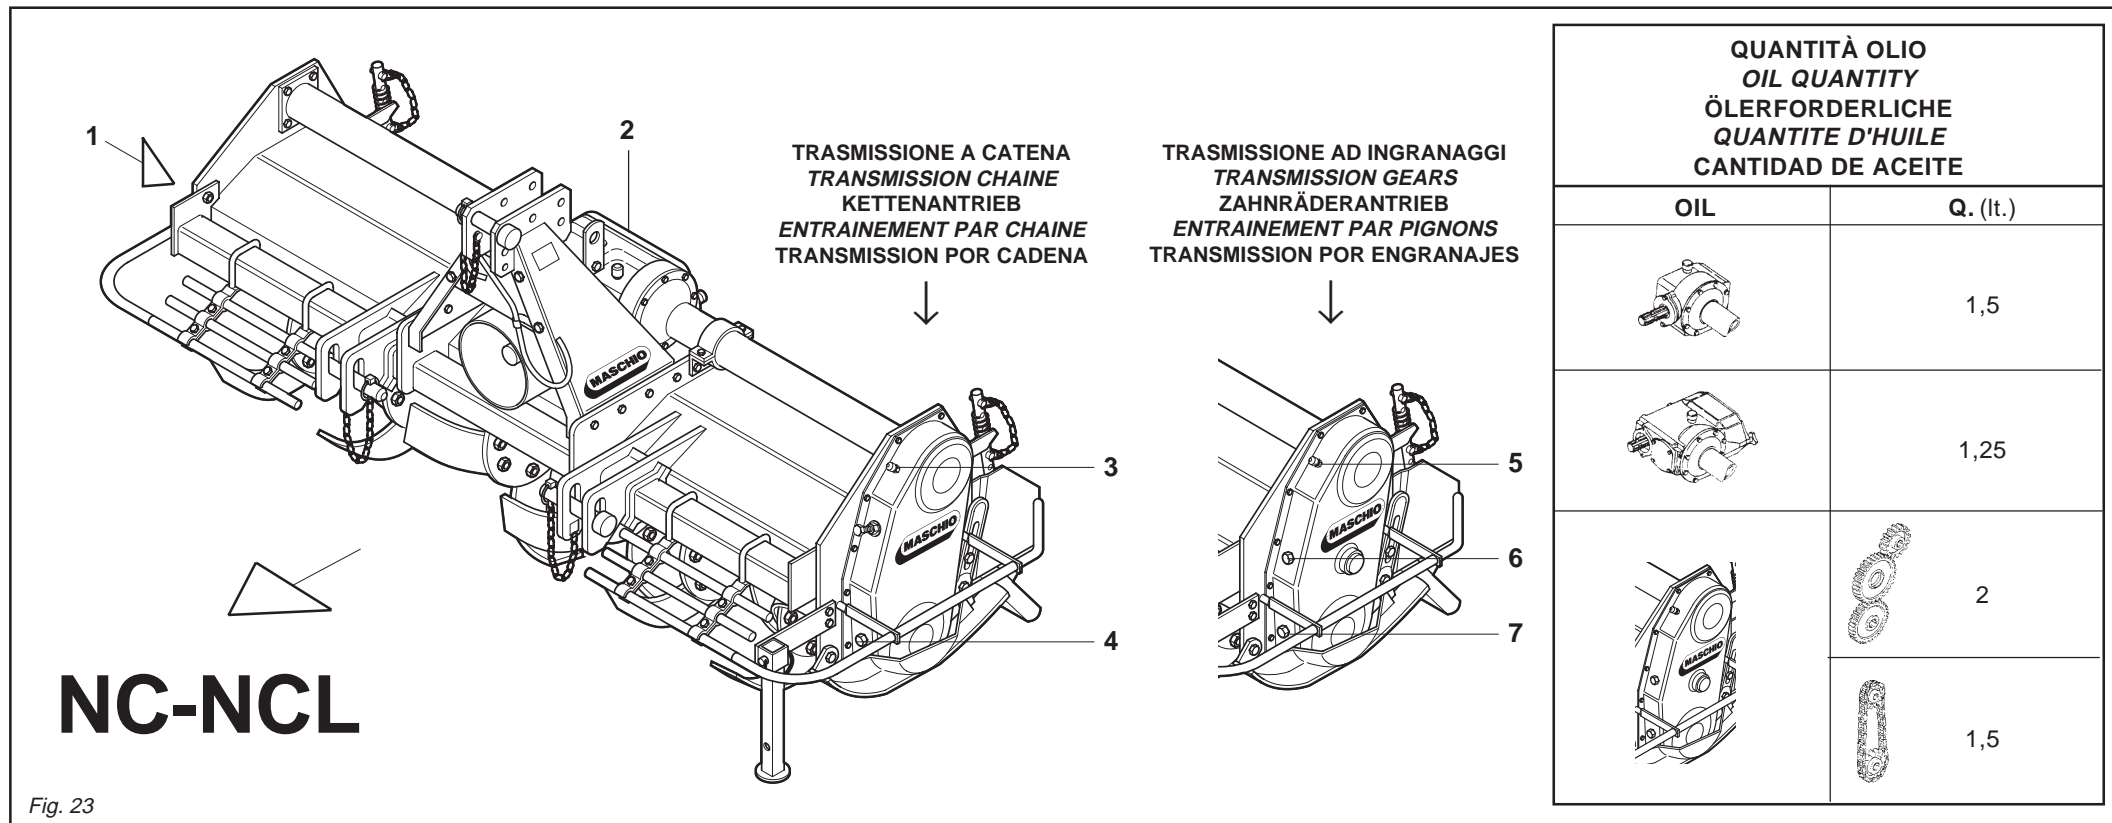

Fig. 23
- Engrasar los ejes del rotor (1 Fig. 23).
- Verificare il livello olio nella scatola del riduttore, o del cambio (2 Fig. 23), eventualmente ripristinarlo fino alla tacca di livello ricavata sull'astina.
- Trasmissione laterale a catena: verificare il livello olio nel carter laterale della trasmissione, svitando il tappo di livello (4 Fig. 23) e controllando che l'olio fuoriesca. Eventualmente aggiungere olio attraverso il tappo di riempimento (3 Fig. 23), fintantoché fuoriesce dal tappo livello.
- Trasmissione laterale ad ingranaggi: verificare il livello olio nel carter laterale della trasmissione, svitando il tappo di livello (6 Fig. 23) e controllando che l'olio fuoriesca. Eventualmente aggiungere olio attraverso il tappo di riempimento (5 Fig. 23), fintantoché fuoriesce dal tappo livello.
- Effettuare il cambio completo dell'olio, sia del riduttore (o del cambio) e sia del carter trasmissione, scaricando completamente l'olio dal tappo di scarico posto sotto la scatola riduttore e dal tappo di scarico trasmissione (4 e 7 Fig. 23).
- *Check the level of the oil in the gearbox or in the reduction unit and top up to the level mark on the rod as necessary (2 Fig. 23).*
- *Transmission latéral par chaîne: check the level of the oil in the side casing of the transmission unit, unscrewing the level plug (4 Fig. 23) and checking that oil flows out.*
*Add oil through the fill plug if necessary (3 Fig. 23). It should flow from the level plug.*
- *Side transmission gears: check the level of the oil in the side casing of the transmission unit, unscrewing the level plug (6 Fig. 23) and checking that oil flows out.*
*Add oil through the fill plug if necessary (5 Fig. 23). It should flow from the level plug.*
- *Change the oil in the in the gearbox or in the reduction unit and transmission casing by completely draining off the old oil through the drain plug under the reduction unit and through the transmission drain plug (4 and 7 Fig. 23).*
- Kettenantrieb: den Ölstand im Seitenantrieb prüfen. Dazu den Ölstandsstopfen (4 Abb. 23) losschrauben und prüfen, ob Öl ausfließt. Ggf. durch den Öleinfüllstopfen (3 Abb. 23) soviel Öl nachfüllen, bis das Öl am Ölstandsstopfen ausläuft.
- Zahnradantrieb: den Ölstand im Seitenantrieb prüfen. Dazu den Ölstandsstopfen (6 Abb. 23) losschrauben und prüfen, ob Öl ausfließt. Ggf. durch den Öleinfüllstopfen (5 Abb. 23) soviel Öl nachfüllen, bis das Öl am Ölstandsstopfen ausläuft.
- Das Öl im Getriebe und im Seitenantrieb wechseln. Dazu die Ölablaßschraube unter dem Getriebegehäuse und den Stopfen des seitlichen Antriebs (4 und 7 Abb. 23) losdrehen und das Öl ausfließen lassen.
- *Contrôlez le niveau de l'huile dans la boîte de vitesse ou du réducteur. Si nécessaire, rajouter de l'huile jusqu'au cran sur la jauge (2 Fig. 23).*
- *Entrainement latéral par chaîne: contrôlez le niveau de l'huile dans le carter latéral de la transmission en dévissant le bouchon de niveau (4 Fig. 23) et vérifiant si l'huile sort. Si nécessaire rajouter de l'huile par le bouchon de remplissage (3 Fig. 23) jusqu'à ce qu'elle sorte par le bouchon de niveau.*
- *Entrainement latéral par pignons: contrôlez le niveau de l'huile dans le carter latéral de la transmission en dévissant le bouchon de niveau (6 Fig. 23) et vérifiant si l'huile sort. Si nécessaire rajouter de l'huile par le bouchon de remplissage (5 Fig. 23) jusqu'à ce qu'elle sorte par le bouchon de niveau.*
- *Vidangez entièrement l'huile du réducteur ou du boîte de vitesse et du carter de transmission à travers le bouchon de vidange qui se trouve sous la boîte du réducteur et par le bouchon de vidange de la transmission (4 et 7 Fig. 23).*
- Controlar el nivel de aceite en la caja de cambio o reductor, eventualmente rellenar hasta la muesca de nivel presente en la varilla (2 Fig. 23).
- Transmisión lateral por cadena: controlar el nivel de aceite en el cárter lateral de la transmisión, desenroscando el tapón de nivel (4 Fig. 23) y controlando que salga el aceite. Eventualmente agregar aceite a través del tapón de llenado (3 Fig. 23), hasta que veamos que sale por el tapón de nivel.
- Transmisión lateral por engranajes: controlar el nivel de aceite en el cárter lateral de la transmisión, desenroscando el tapón de nivel (6 Fig. 23) y controlando que salga el aceite. Eventualmente agregar aceite a través del tapón de llenado (5 Fig. 23), hasta que veamos que sale por el tapón de nivel.
- Efectuar el cambio completo del aceite, tanto del reductor (o en la caja de cambio) como también del cárter de transmisión, descargando completamente el aceite del tapón de descarga presente debajo de la caja del reductor y del tapón de descarga transmisión (4 y 7 Fig. 23).